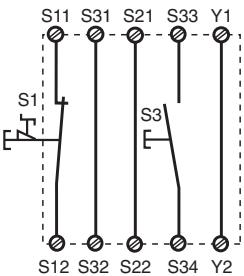

Fig. 2: Eingangskreis einkanalig, manueller Start/Single-channel input circuit, manual reset/Commande par 1 canal, validation manuelle
- Fig. 2 ... Fig. 9 zeigen Anschlussbeispiele für Not-Halt-Beschaltung mit manuellem und überwachtem Start, Schutztürsteuerungen sowie Kontaktvervielfachung durch externe Schütze.
- Fig.2...Fig.9 show connection examples for Emergency Stop wiring with manual and monitored reset. Safety gate controls as well as contact expansion via external contactors.
- Dans les figures 2 à 9 sont représentés les différents cablages possibles du PNOZ X11P: poussoirs AU avec surveillance du circuit de réarmement, interrupteurs de position et augmentation du nombre des contacts par contacteurs externes.